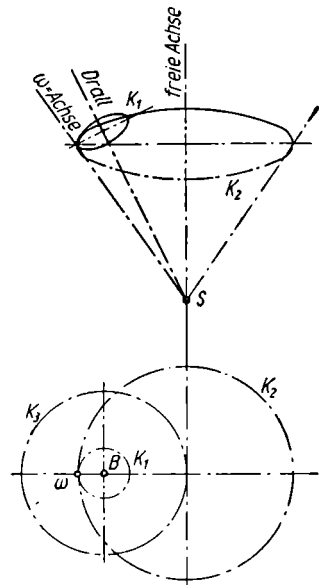

Bild 144
b) Die Achse der Winkelgeschwindigkeit beschreibt einen Kreiskegel um die Drallachse (Kreis k_1 in Bild 144).